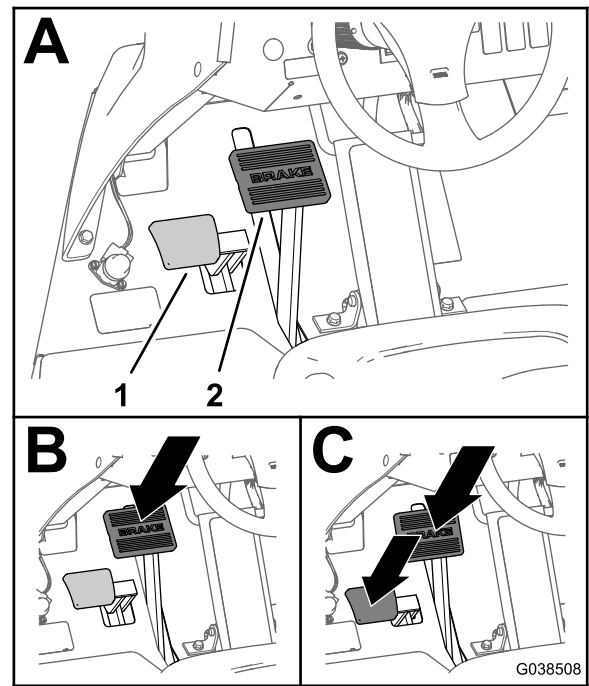

Bild 19
- Treten Sie das Betriebsbremspedal durch (Bild 19).
- Drücken Sie das Betriebsbremspedal und das Feststellbremspedal gleichzeitig durch (Bild 19).